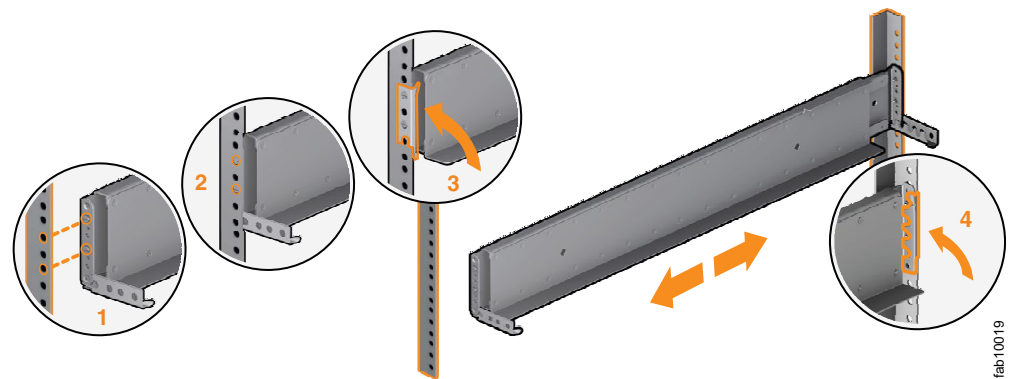

図 39. ヒンジ・ブラケットを閉じる
9. 後部のヒンジ・ブラケットを閉めて、レールをラック・キャビネット・フランジに固定します。(図 39 を参照)。
11. 前部のヒンジ・ブラケットを閉めて、レールをラック・キャビネット・フランジに固定します。(図 39 を参照)。